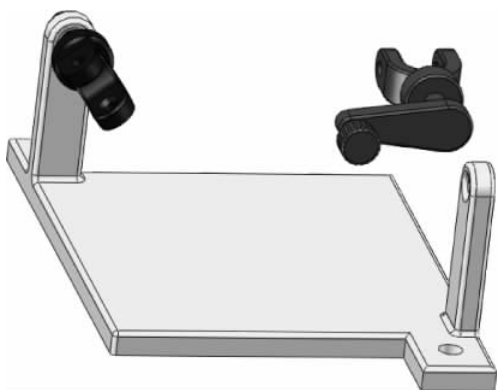

图 3-57 插入摇棒
(1) 单击【装配体】工具栏中的【插入零部件】按钮 ,弹出【插入零部件】的属性设置。单击【浏览】按钮,在弹出的【打开】对话框中选择零件【摇棒】,单击【打开】按钮,在图形区域的合适位置单击插入,如图 3-57 所示。